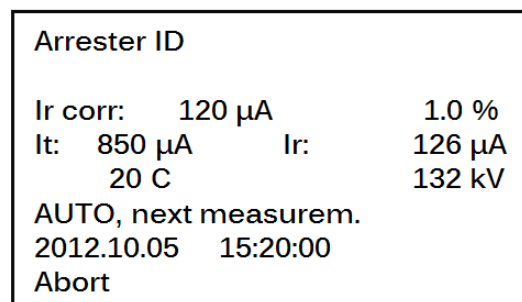

Figura 1.16 Exemplo dos resultados do teste automático
- Se o teste for concluído com êxito, os resultados serão exibidos como mostrado na Figura 1.16. Após um instante a hora do próximo teste são exibidos na parte inferior da janela.